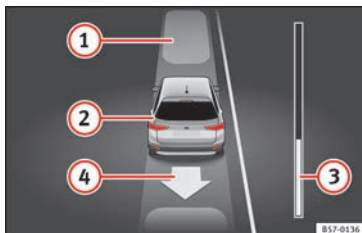

Abb. 217 Im Display des Kombiinstrumentes: parallel zur Fahrbahn ausparken.
Legende zu **Abb. 217**:
7.	ODER: fahren Sie rückwärts, bis im Display des Kombiinstrumentes die Anzeige zum Vorwärtsfahren erscheint. Der Fortschrittsbalken » Abb. 217 ③ zeigt die zu fahrende Distanz an » Seite 263.